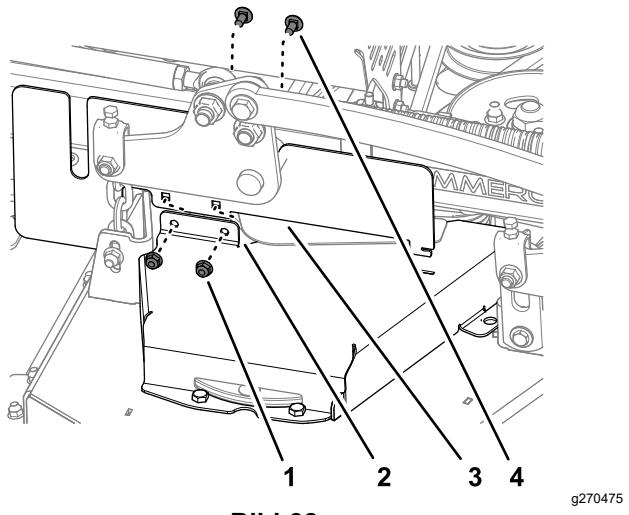

Bild 38
1. Entfernen Sie die beiden Schlossschrauben und die beiden Sicherungsmuttern, mit denen die linke CE-Abdeckung an der rechten Riemenabdeckung befestigt ist (Bild 38).